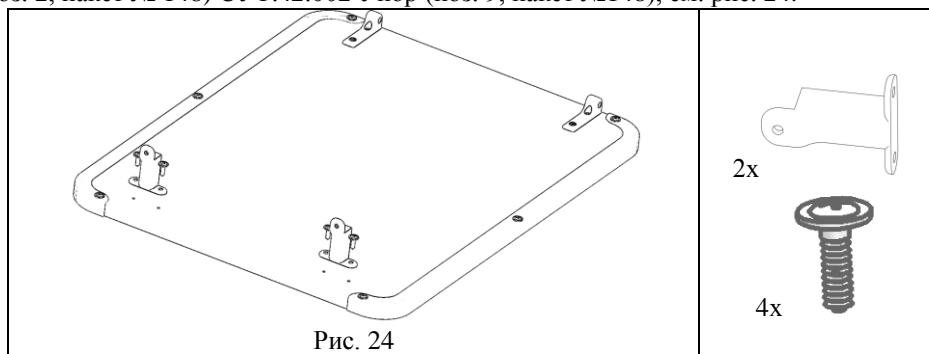

Рис. 24
5.5.5. К сборке по п. 5.5.3. прикрутить с помощью саморезов с прессшайбой (поз. 2, пакет № 148) СУТ.42.002 Упор (поз. 9, пакет №148), см. рис. 24.